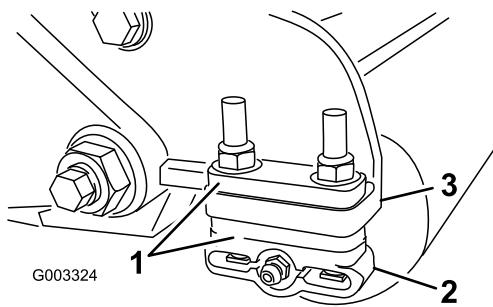

図 14
1. 希望の刈高範囲に必要な数のスペーサを刈高チャートで確認し、スペーサをサイドプレートの取り付けフランジ図14の下に入れて、後ローラのブラケットの位置を正しくセットする図14。